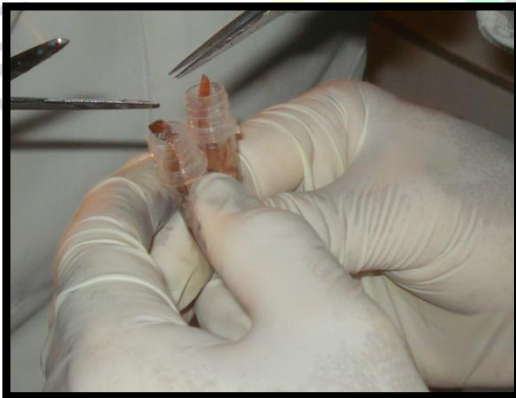

Ilustración 2 TOMA DE MUESTRA DE BRANQUIAS DE UN CRUSTÁCEO.
4. Destape el tubo y coloque el tejido branquial agregando etanol no desnaturalizado hasta cubrir totalmente el tejido (ilustración 2)